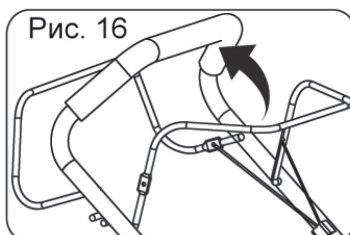

Рис. 16
3.левой рукой нажмите и удерживайте рычаг останова двигателя (рис. 16).